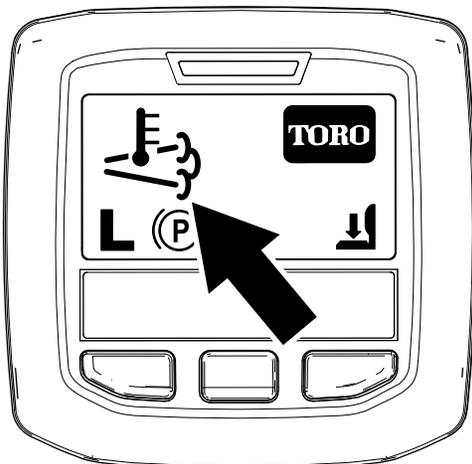

Figura 58
- El icono de alta temperatura del escape aparece en el InfoCenter (Figura 58).